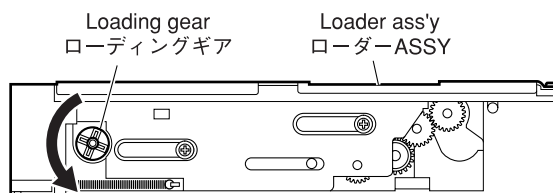

Fig. 4
- b. Turn the loading gear in the arrow direction until the disc is ejected. (Fig. 4)
- b. ディスクが取り出せるまで、ローディングギアを矢印の方向に回します。(Fig. 4)